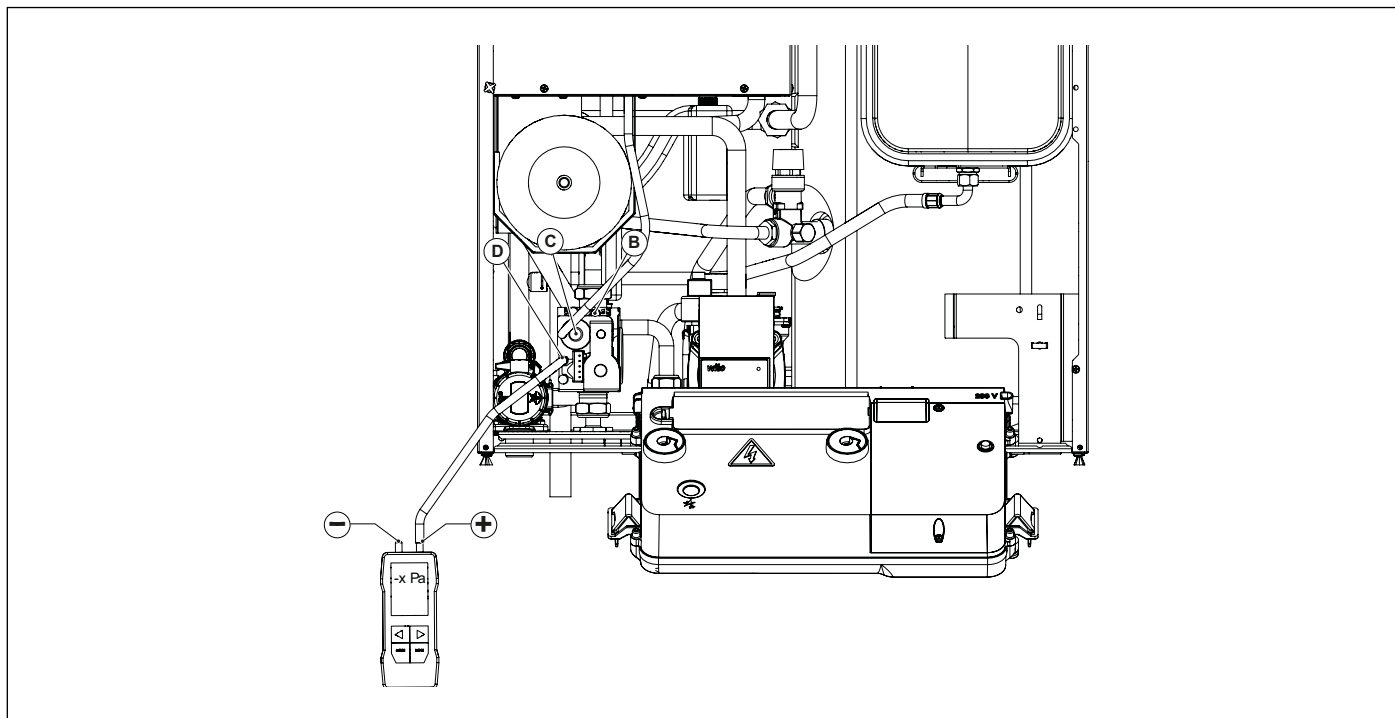

Fig. 37 Regulación presión de offset
- Abrir el tornillo de la toma de presión de offset **D** y conectarla a la entrada positiva (*) del manómetro diferencial (ver Fig. 37 Regulación presión de offset).